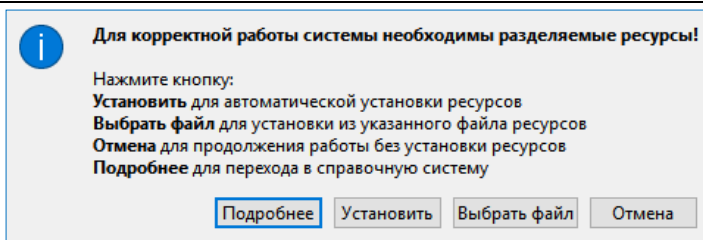

Рис. 2.1
При первом после инсталляции запуске система предлагает выполнить импорт РР (рис. 2.1).
- Нажмите кнопку **Установить** (рис. 2.1).
- Нажмите на кнопку **Выбрать файл** (рис. 2.1).
Кнопка **Отмена** (рис. 2.1) позволяет отсрочить установку РР. В этом случае импорт РР можно будет выполнить позднее при помощи команды **Данные/Импорт разделяемых ресурсов** первоначального меню. Дальнейший порядок действий совпадает с импортом РР вручную (см. 2-ой вариант).